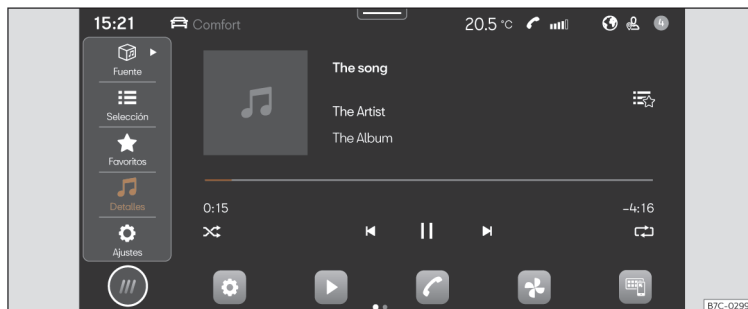

Fig. 128 Representación esquemática: Vista Multimedia
- Pulse **HOME** > ►►► **fig. 128**.